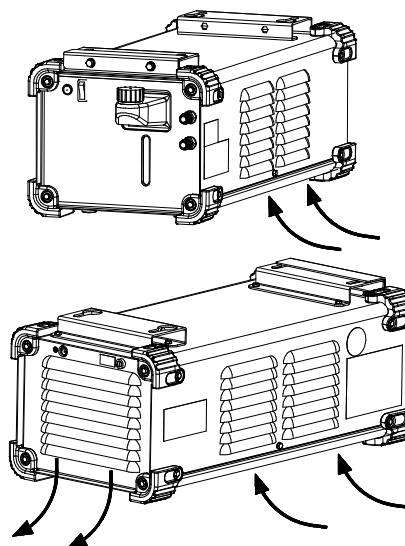

Abb. 3.
9. **Luftschlitze:** Ermöglichen eine saubere Zirkulation der Luftkühlung (Abb.3).